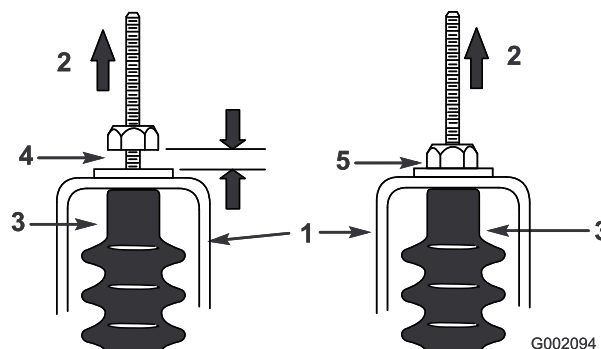

Рисунок 59
5. Потяните вверх каждый трос переключения передач, чтобы убедиться в наличии зазора от 0,76 до 1,52 мм между гайкой/шайбой и кронштейном нейтрали (Рисунок 59).